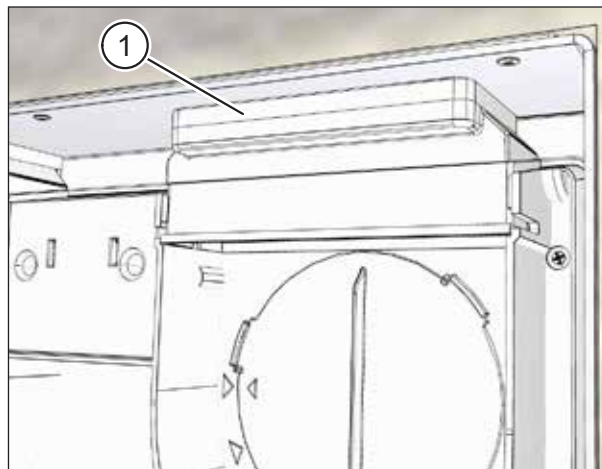

Abb. 41: Korrekten Sitz der Adapter kontrollieren
- ▶ Überprüfen Sie den korrekten Sitz der Adapter (Pos. 1 in Abb. 41). Diese müssen mit den Abluft- und Zuluftkanälen des Montagesets fluchten.